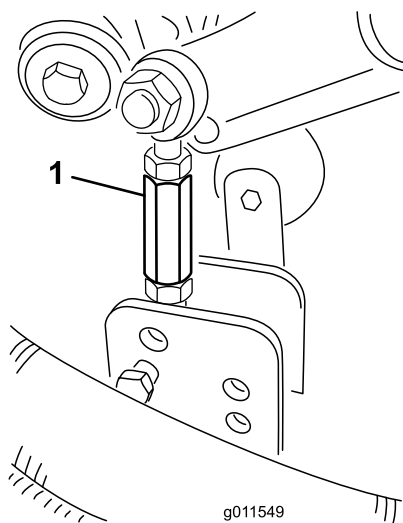

Figura 28
9. Retire los pasadores de horquilla y las chavetas que fijan los acoplamientos de los amortiguadores a los soportes de la carcasa de corte (Figura 28).